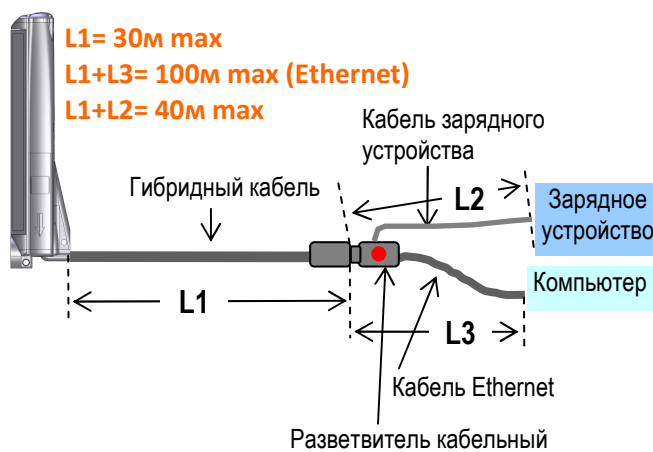

Рисунок 4. Длины кабелей
В зависимости от места крепления, используемого источника питания и положения компьютера определить длины гибридного кабеля и кабеля Ethernet (Рисунок 4). Длины кабелей указываются при заказе (Таблица 1).
**ПРИМЕЧАНИЕ.** По умолчанию моноблок поставляется с кабелями определенной длины (Рисунок 4, Таблица 1).
Гх: х – длина гибридного кабеля в метрах (L1, **Рисунок 4**)
Ех: х – длина кабеля Ethernet в метрах (L3, **Рисунок 4**)